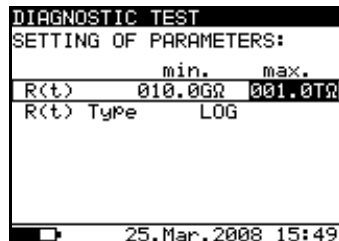

Bild 21. Einstellmenü für das $R(t)$ -Diagramm
- Drücken Sie die Taste **SELECT**, um die Parameter für **Graph R(t)** einzustellen, siehe **Bild 21**. Drücken Sie die Taste **ESC**, um zum Grund-Einstellmenü der Funktion **Diagnostic Test** (Diagnoseprüfung) zurückzukehren.